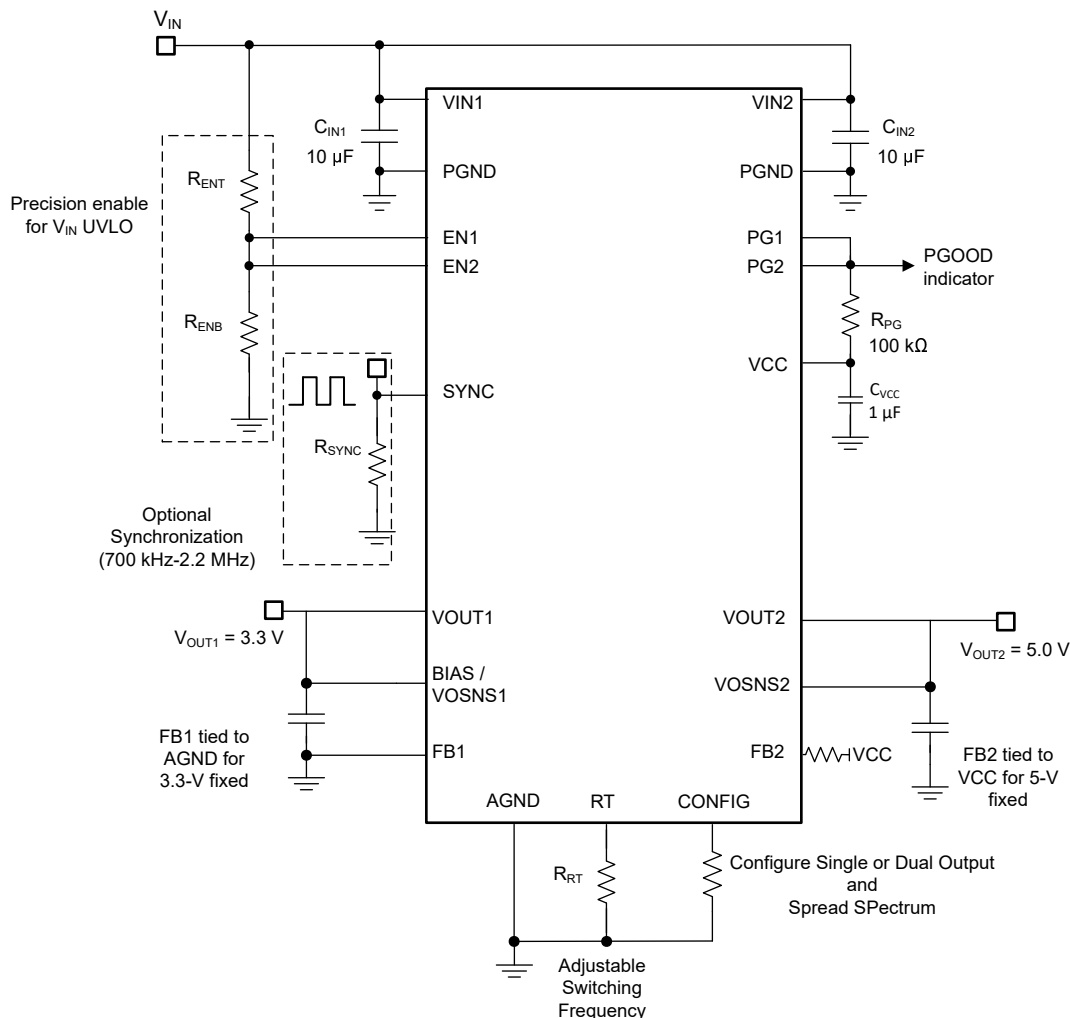

图 7-1. 输入工作电压范围为 3V 至 36V 的 TPSM64406 原理图
TPSM64406 模块的稳态输入电压范围为 3V 至 36V，适用于典型 12V、24V 和 28V 输入电源轨中的降压转换。图 7-1 中的原理图电路展示了实现基于 TPSM64406 且采用单输入电源的降压稳压器所需的所有元件。
7.3.6 可调输出电压 (FB)
TPSM64406 的可调输出电压范围为 0.8V 至最高 16V 或略低于 V_{IN} (以较低者为准)。设置输出电压需要两个反馈电阻器，在 图 7-1 中指定为 R_{FBT} 和 R_{FBB} 。反馈 (FB) 引脚上的基准电压设置为 0.8V，整个结温范围内的反馈系统精度为 $\pm 1\%$ 。该器件的结温范围为 -40°C 至 125°C 。